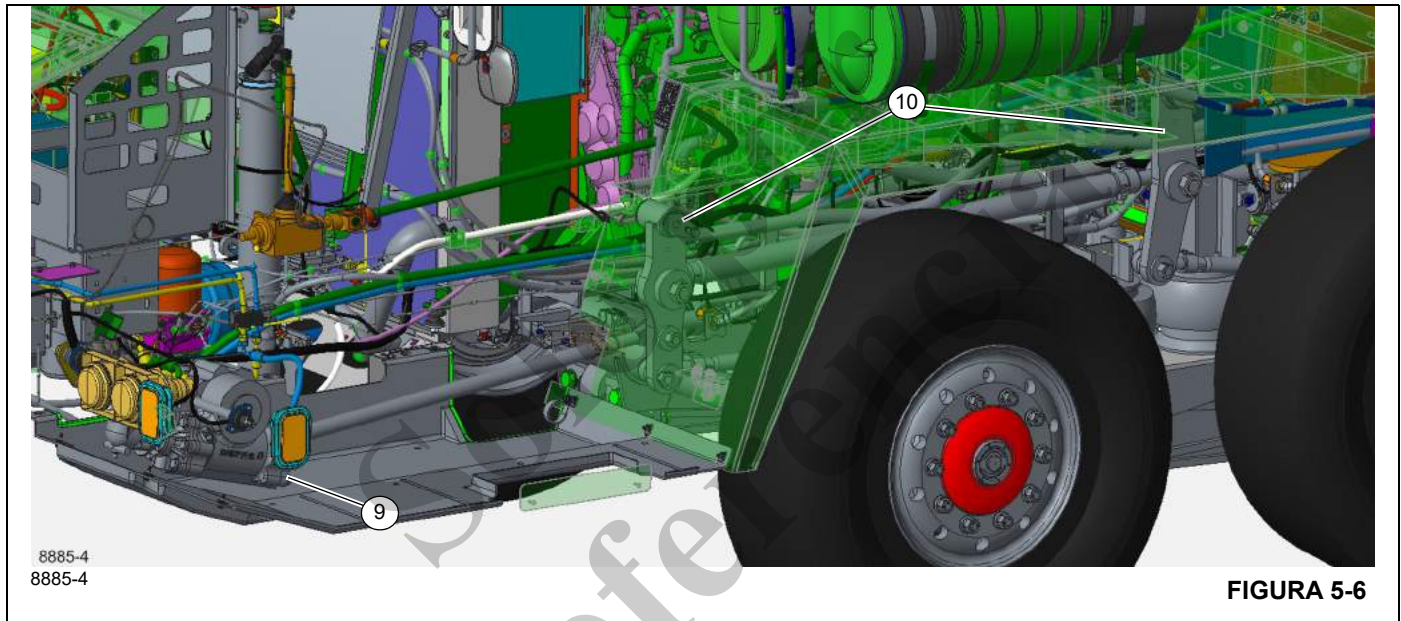

FIGURA 5-3
3. Presione el botón de cambio ascendente manual (1) hasta que la pantalla de marchas muestre "3" (2), (Figura 5-3).